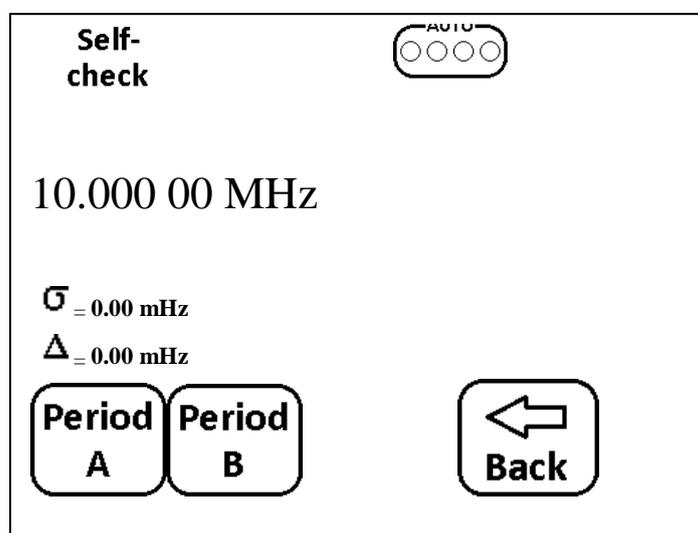

Рис.6.14 Меню выбора канала измерения А или В.
- Нажать кнопку меню F2, при этом на экране ЖК монитора появится меню выбора канала измерения, см. Рис.6.14;